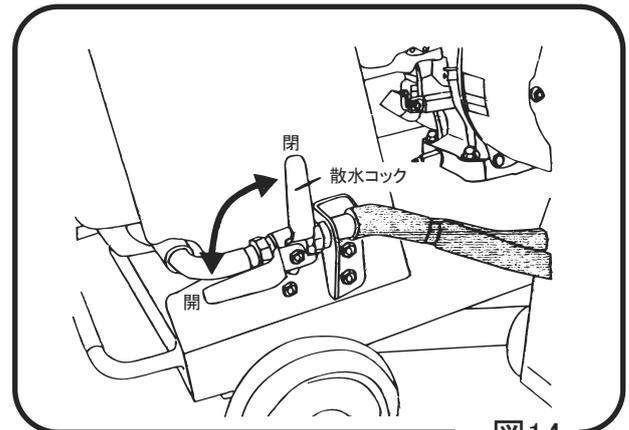

図14
- 2 水タンクの散水コックを開き、ブレードに冷却水を噴射して下さい。冷却水は少なくとも5～6L/分位必要です。目安としては、水が流れ落ちない程度に噴霧状に飛散している位であれば充分です。水量はコックで調整して下さい。水量に余裕がある時は、水量の多い方がブレードを傷めません。(図14)